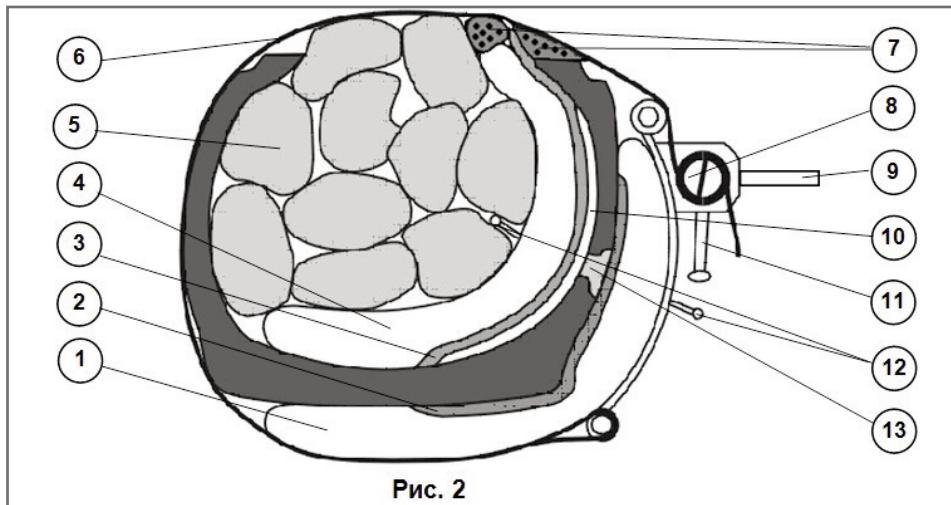

Рис. 2
Внимание! Запрещается подавать давление в пневмоподушки, не установленные согласно Схеме вулканизации (рис. 2 стр. 5)
- Установить наружную пневмоподушку на выдвижную каретку согласно Рис. 2.
• Внутри шины на пневмоподушку уложить необходимое количество вкладышей (см. поз. 5 Рис. 2), при этом следить за тем, чтобы ниппель и быстроразъемное соединение находились между вкладышами (см. Рис. 2).
Внимание! Обеспечить плотную укладку вкладышей симметрично относительно внутренней пневмоподушки, при этом следить, что бы ниппель и быстроразъемное соединение находились между вкладышами (см. Рис.2).
• Перемещая рукоятки вверх, натянуть с небольшим усилием стяжные ремни, выполнив 1...1,5 оборота фиксаторов. При этом необходимо удерживать фиксаторы рычагом (поз. 9 Рис. 2).